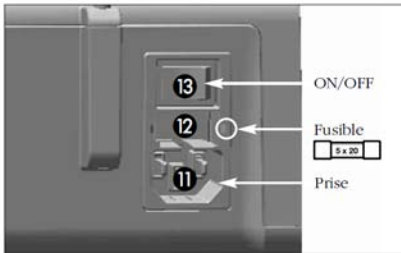

fig. 1
**B** - iChiropro pode ser posicionado sobre uma mesa, em um carrinho ou em outra superfície, mas em nenhuma circunstância, no chão. Fixar o adaptador correspondente ao o modelo de iPad usando uma chave de fenda Phillips **fig. 1**
Conecte o cabo de alimentação à tomada **Fig. 1.**